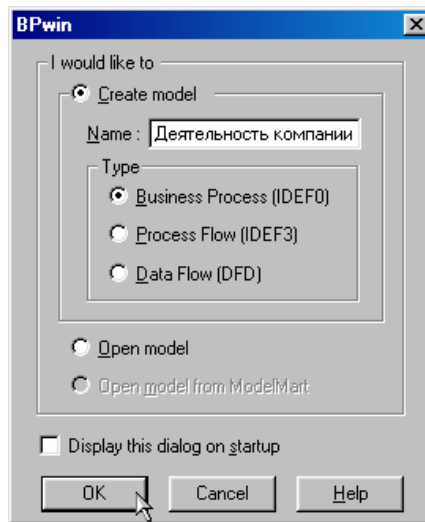

Рисунок 2.1 – Присвоение модели имени и выбор типа модели
2. Установите тип (*нотацию IDEF0*) модели, задайте имя модели, щелкнув по кнопке . Появится диалоговое окно **I would like to** (рисунок 2.1). Внесите в текстовое поле *Name* имя модели "*Деятельность компании*" и выберите *Type – Business Process (IDEF0)*. Нажмите кнопку **OK**.